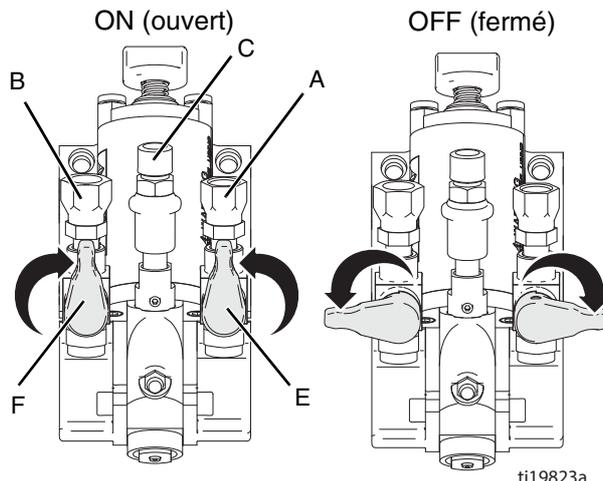

FIG. 3: Vannes à produit
2. Fermer les deux vannes à produit (E et F) en les plaçant en position OFF, tel qu'indiqué Voir la FIG. 3.